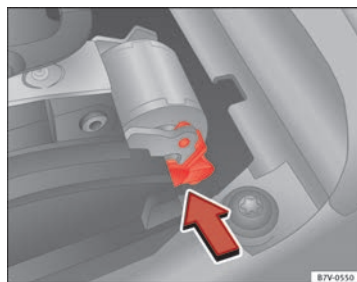

Fig. 198 Desbloqueo de emergencia del bloqueo de la palanca selectora.
- Pulse la palanca de desbloqueo → fig. 198 en el sentido de la flecha y manténgala en esta posición.